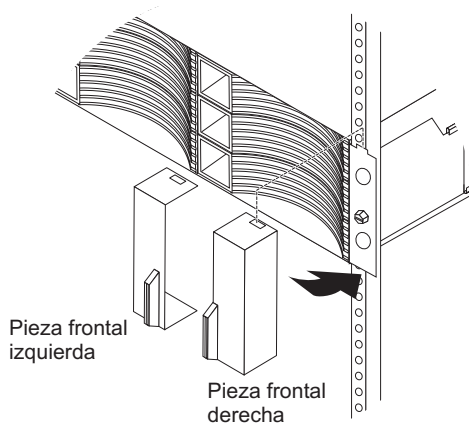

Figura 13. Instalación de las piezas frontales
6. Instale las piezas frontales izquierda y derecha en el subsistema de almacenamiento o en el alojamiento de expansión tal y como se muestra en Figura 13. Sitúe la ranura en la parte superior de la pieza frontal por encima de la pestaña del reborde del chasis y, a continuación, haga girar la pieza frontal hacia abajo hasta que se encaje en su lugar. Compruebe que la superficie interior de la pieza frontal quede al nivel del chasis.